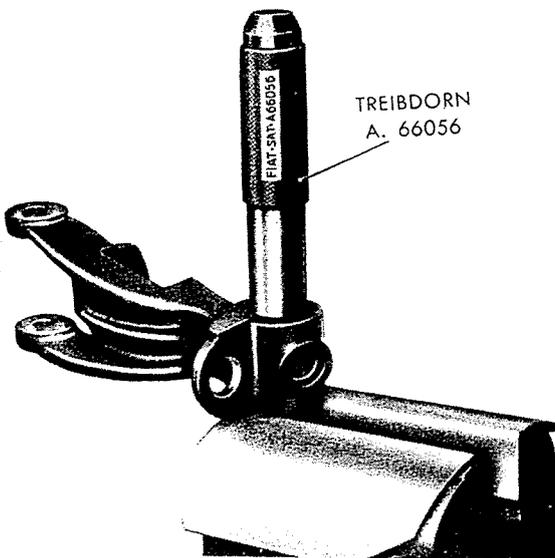

Abb. 224 - Ein- und Austreibdorn A. 66056 für die « Estendbloc »-Büchsen der Achsschenkelträger.
- »Estendbloc«-Büchse mit dem Treibdorn A. 66056 aus dem Achsschenkelträger heraus schlagen (Abb. 224);